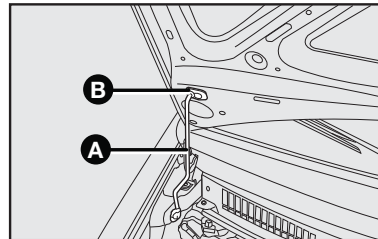

fig. 110
3) Levante el capó por la parte central y al mismo tiempo, suelte la varilla de fijación **A**-fig. 110 de su dispositivo de bloqueo.
1) Manténgalo levantado con una mano y con la otra quite la varilla **A**-fig. 110 del alojamiento **B** y colóquela en su dispositivo de bloqueo.